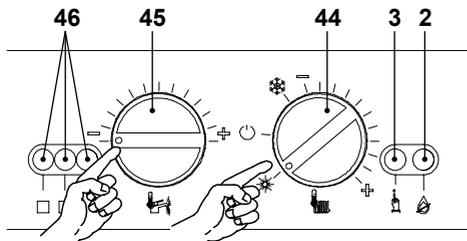

Figura 9.9
- Alimentare elettricamente la caldaia azionando l'interruttore bipolare previsto nella installazione; la lampada di segnalazione 46 in Figura 9.9 lampeggia ogni 4 secondi.
- Posizionare il selettore 44 come indicato in Figura 9.9; la lampada di segnalazione 46 lampeggia ad intermittenza circa ogni 2 secondi.
- Posizionare il selettore di funzione / manopola regolazione temperatura riscaldamento 45 come indicato in Figura 9.9
in Figura 9.9 per circa 10 secondi, la lampada di blocco 2 in Figura 9.9 inizierà a lampeggiare.
- Per settare la funzione spazzacamino le spie di segnalazione 46 in Figura 9.9 devono essere visualizzate come in Figura 9.10 (leggenda spie pag. 55)
- Ripremere il pulsante di ripristino 3 in Figura 9.9 per circa 5 secondi, la lampada di blocco 2 in Figura 9.9 si spegne, mentre le spie di segnalazione 46 in Figura 9.9 lampeggiano in maniera richiesta potenza riscaldamento Figura 9.11